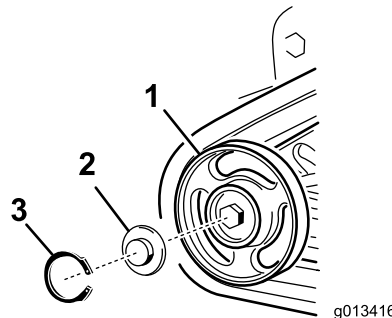

Bild 49
4. Nehmen Sie den Sprengring und die Kappe vom Straßenrad ab (Bild 49).
5. Prüfen Sie das Schmiermittel unter der Kappe und um die Dichtung (Bild 49). Wenn es schmutzig, körnig oder verbraucht ist, entfernen Sie das gesamte Schmiermittel, wechseln Sie die Dichtung aus und fügen Sie neues Schmiermittel hinzu.
7. Setzen Sie die eingefettete Straßenradkappe auf den Schraubenkopf (Bild 49).
8. Befestigen Sie die Straßenradkappe mit dem Sprengring (Bild 49).